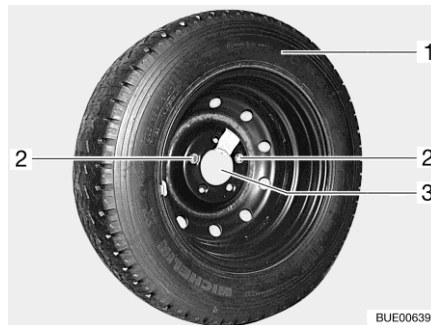

Bild 305 Reservhjulshållare i det bakre lastutrymmet
- Skruva ut och ta bort de båda fästskruvarna (Bild 305,2) med fordonsverktyget.
- Ta av reservhjulet (Bild 305,1) från hållaren (Bild 305,3).